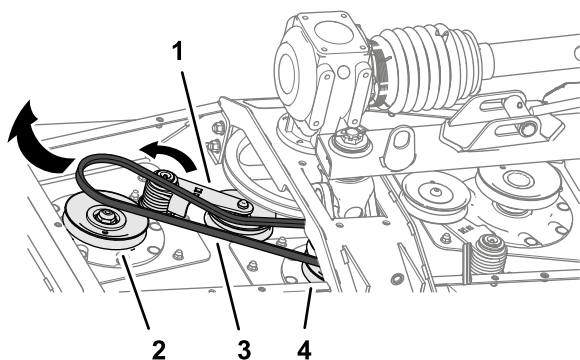

図 66
- ボールなどを使って短いベルトのベルトテンショナを左に回して、テンショナのプーリからベルトを外す 図 66。